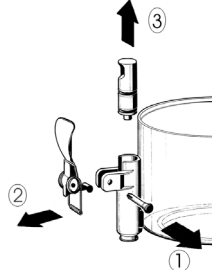

Bild 1
- 3** Den Hahn in der angegebenen Reihenfolge zerlegen (siehe Abbildung 1).
- 3 Den Hahn an den Behälter anbauen; dabei mit Bezug auf die Zerlegung in der umgekehrten Reihenfolge vorgehen (siehe Abbildung 1).